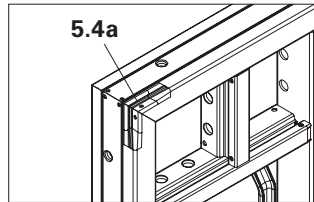

Fig. A1.01a
- Levering corner (5.4a) (Fig. A1.01a)